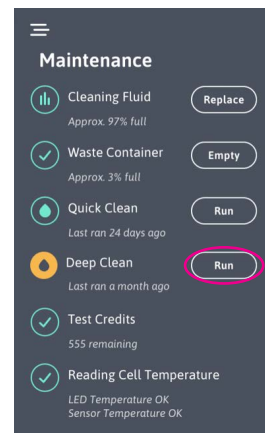

Figura 38
1. Pulse el botón «Ejecutar» que aparece al lado de Limpieza a fondo en el submenú Mantenimiento para iniciar una limpieza a fondo (Figura 38). El analizador comprobará el volumen del frasco y solicitará que se reemplace si no hay suficiente. Si el volumen es suficiente, el analizador indicará al usuario que inserte la solución de limpieza.